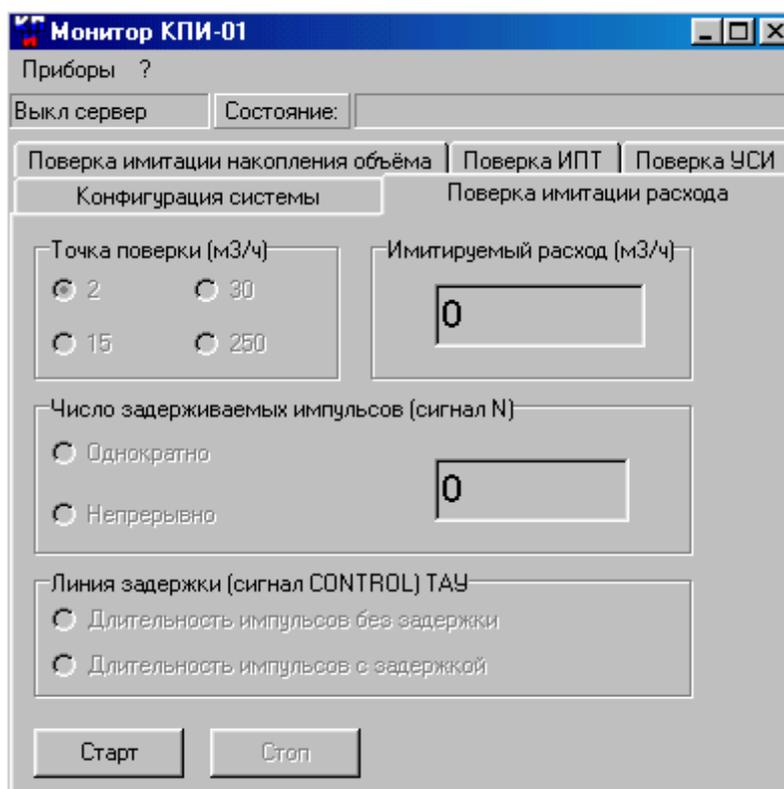

Рис. 52. Вид вкладки «Поверка имитации расхода».
4.7.4.1.2. Для определения относительной погрешности воспроизведения расхода активизируется вкладка **Поверка имитации расхода** (рис.52). Последовательно задается три значения расхода: 15 м³/ч, 30 м³/ч и 250 м³/ч (значение расхода выбирается с допуском ± 10 %).